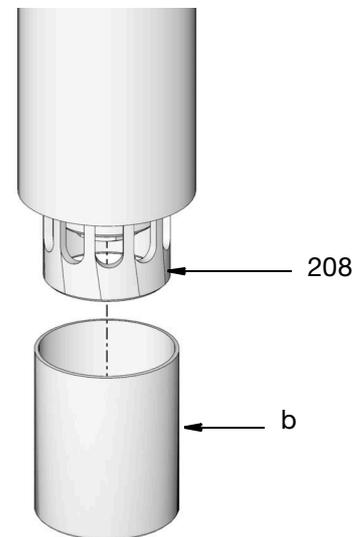

Рис. 5
4. Только для моделей НР и НФ: Снимите и выбросьте защитную крышку (b) с нижней трубы насоса (208) (Рис. 5).